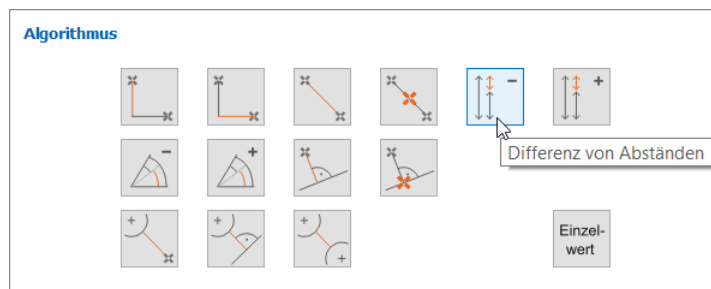

Abb. 5.5: Ein neues Signal zur Verrechnung definieren - Schritt 2
Es wird das Eingabefeld „Algorithmus“ (siehe Abb. 5.5) eingeblendet:
- ➔ Wählen Sie im Eingabefeld „Algorithmus“ den gewünschten Algorithmus für die Verrechnung (siehe Kap. 5.1 und Abb. 5.5).